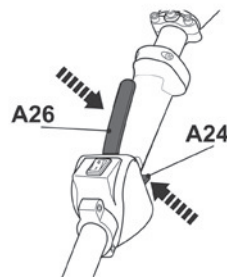

Fig. 41
- > Prima o bloqueio do acelerador (A26) e o acionador do acelerador (A24) para utilizar o produto (Fig. 41).